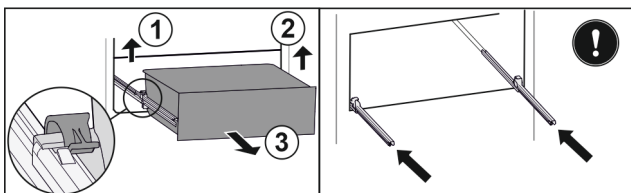

Fig. 142
- ▶ Levante la brida izquierda y, simultáneamente, tire de la parte izquierda del cajón hacia delante. Fig. 142 (1)
- ▶ Levante la brida derecha y, simultáneamente, tire de la parte derecha del cajón hacia delante. Fig. 142 (2)
- ▶ Extraiga el cajón hacia delante. Fig. 142 (3)